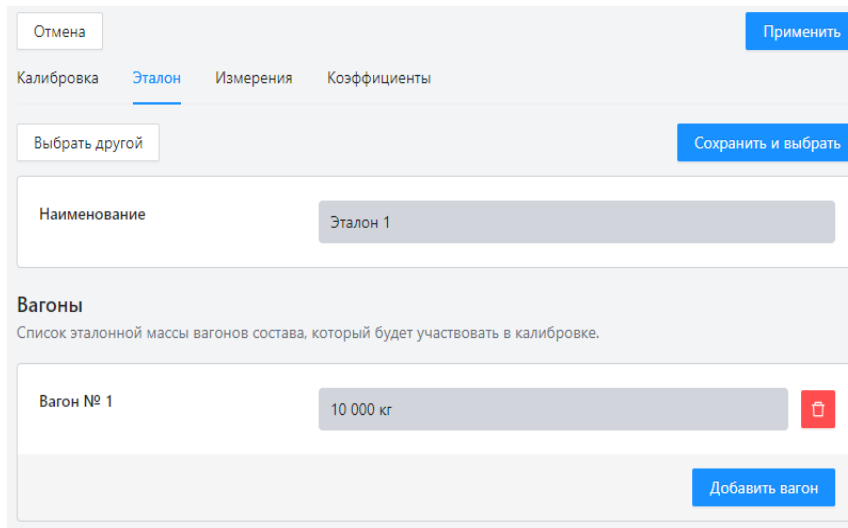

Рисунок 33 – Калибровка. Вкладка «Эталон»
6. Используя кнопку «**Добавить вагон**» (Рисунок 33) добавьте нужное количество вагонов с указанием его массы. Масса вагона вводится в формате «Число кг», если масса в килограммах, или «Число т», если масса в тоннах. Вагоны необходимо добавить в том порядке в котором они будут взвешиваться. Также, обязательно, необходимо добавить в список вагоны, масса которых неизвестна, и локомотив. Для них массу оставить «0 кг». Для удаления вагона нажмите кнопку .